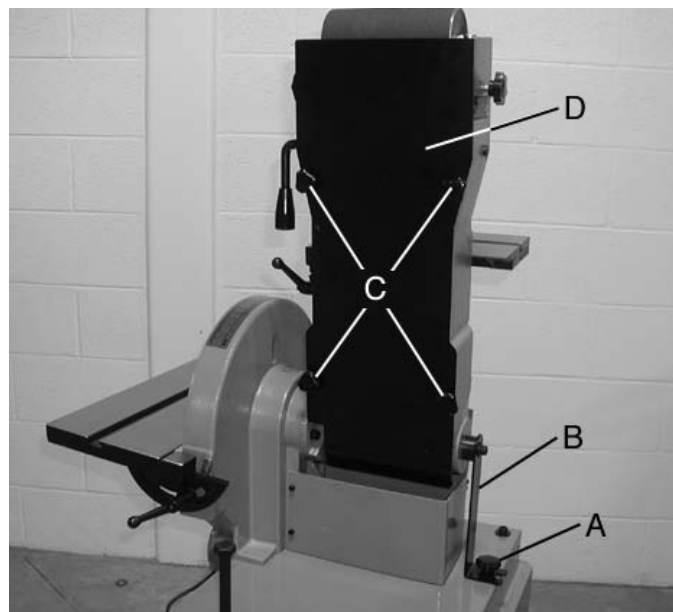

FIGURE 14
3. Desserrez et enlevez le bouton et la rondelle plate (A-Fig.14).
5. Retirez le support (B-Fig.14).
6. Desserrez et retirez les quatre boutons (C-Fig.14) à l'arrière de la ponçeuse.
7. Enlevez le couvercle de la courroie (D-Fig.14).
10. Réinstallez le couvercle de la courroie avec les quatre boutons ainsi que le support (Fig.14).